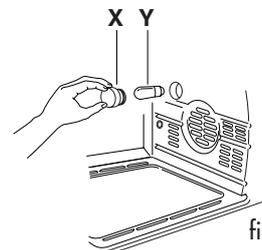

fig. 12
- desenrosque el cristal de protección (**X**) dándole vueltas en el sentido contrario a las agujas del reloj y cambie la bombilla (**Y**) por otra de similar (ver fig. 12). Coloque de nuevo el cristal de protección (**X**).